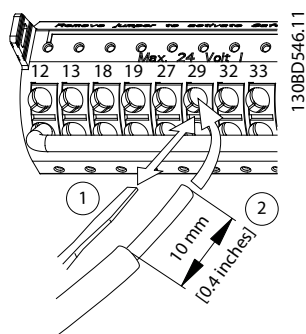

图 5.14 连接软质控制线缆
- 对于软质线缆，将一把小螺丝刀插入端子孔之间的插槽中，向上轻推螺丝刀以打开触点。请参阅图 5.14。然后，将剥去外皮的线缆插入到触点中并取出螺丝刀。